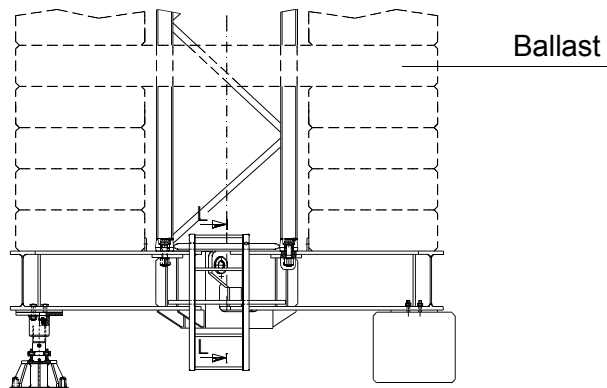

Abb. 3.3.1
- A) Alle Ballastblöcke vom Unterwagen entfernen (Abb.3.3.1);